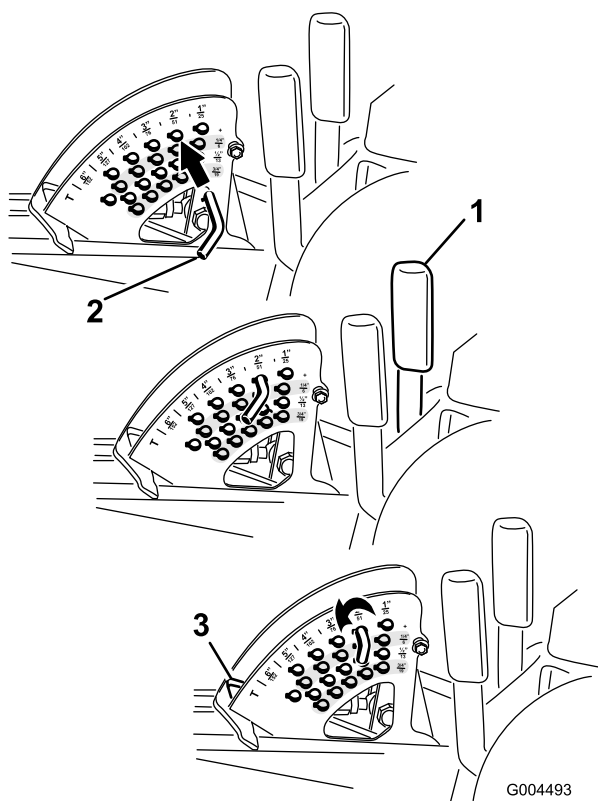

図 24
注 デッキを上昇位置にロックするには、上昇位置からさらに 15 cm 上昇させ、刈高ストップ・ピンを抜いて（刈高の調整の項を参照）、刈高 15 cm（6 インチ）の穴に通します（図 24）。
1. エンジンが回転している状態で、デッキ昇降レバーを手前に引き、デッキが完全に上昇したら **直ちにレバーから手を離す**（図 24）。
2. ストップ・ピンについているロール・ピンを回してピンと刈高設定穴のスロットとが整列したところでピンを抜き取る（図 24）。
3. 刈高ブラケットについている穴から、希望する刈高に対応する穴を見つけ、その穴にピンを通し、ピンを回してロックする（図 24）。
注 刈高設定穴は、扇形の外周に一番近い段から全部で4段（列）あります（図 24）。外周側の列は、外周部に刻印されている通りの刈高の穴です。2 列目の穴は、1 列目の刈高よりも 6 mm 高い刈高となります。3 列目の穴は、1 列目の刈高よりも 12 mm 高い刈高となります。4 列目の穴は、1 列目の刈高よりも 18 mm 高い刈高となります。刈高 158 mm だけは例外で、2 列目のはずれにあります。この穴にセットすると 刈高 158 mm となります（6 mm アップにはなりません）。